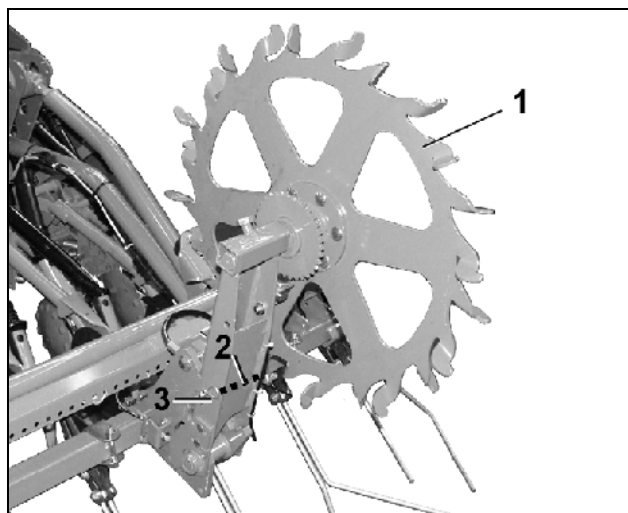

Fig. 113
- Levantar brevemente la rueda de espolones con la mano (Fig. 113/1), aflojar pasador elástico (Fig. 113/3), extraer perno (Fig. 113/2) y bajar rueda de espolones.